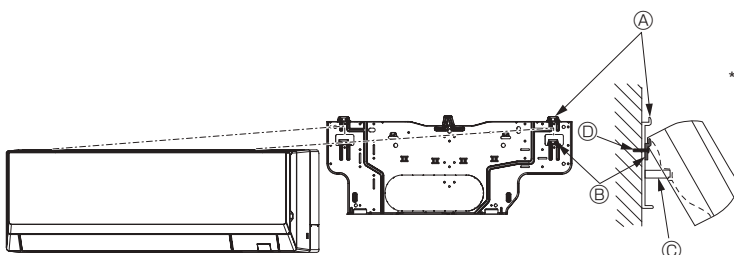

Fig. 3-12
- Wanneer u de binnenunit niet kunt ophangen en optillen met de reguliere haak (de afmeting van 2.1. ⓐ (de vrije ruimte tussen het plafond en de unit) is 75 mm of minder), hang de unit dan op de onderhaak voor leiding links. (Fig. 3-12)
(Fig. 3-12)